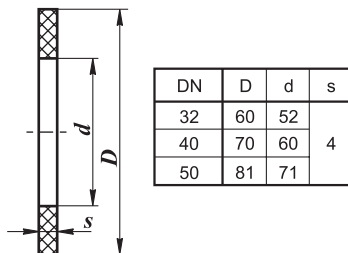

Рис. 3. Прокладка из резины листовой марки МБС
4.2.7 Для уплотнения фланцевого соединения корпуса клапана с трубопроводом рекомендуется применять кольцо уплотнительное по ГОСТ 9833 или прокладку из паронита по ГОСТ 15180. Ответные фланцы - стальные приварные по ГОСТ 12820-80 (Рис. 3).